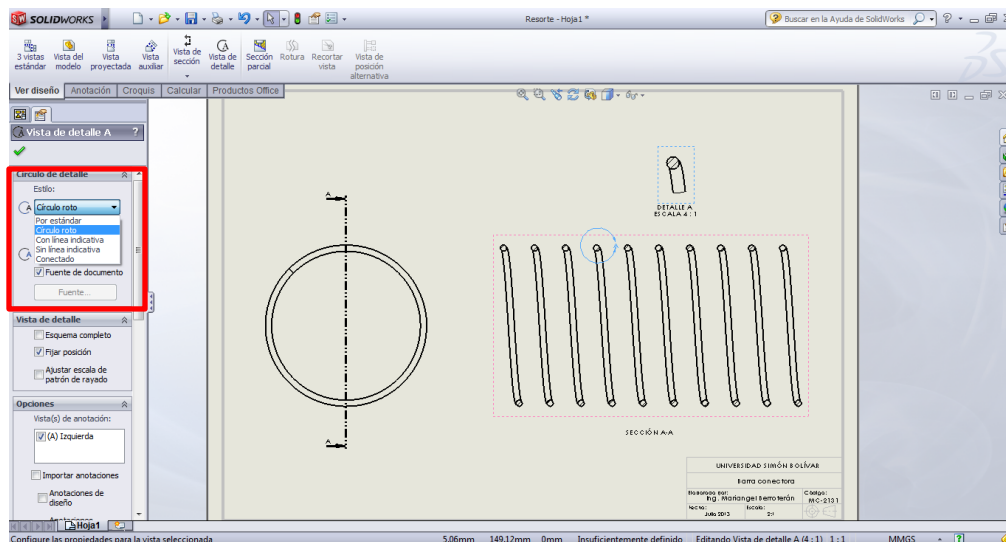

Figura 67. Creación de vista de detalle.
- Croquice un círculo alrededor de la zona que quiere ampliar. A la izquierda aparecerá la ventana donde editará los parámetros de la vista de detalle: tipo de conector, escala, etc. En la Figura 67 se observa este paso.